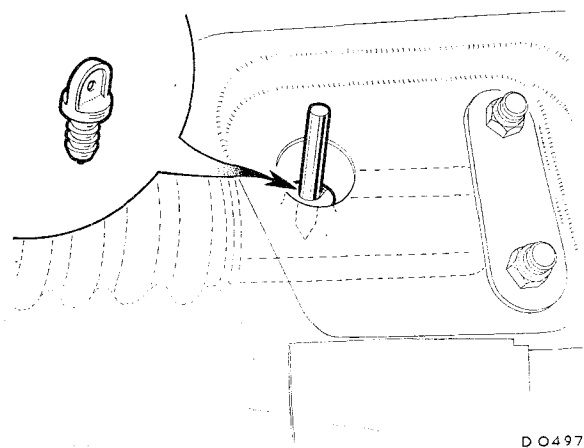

Fig.J1.- Centrage de la crémaillère à l'aide d'un axe. En cartouche : le bouchon plastique
23. Modèles Mk II. - Extraire du carter de direction le bouchon plastique et introduire dans le trou un axe de centrage, c'est à dire un boulon de Ø 6 mm (1/4") long d'environ 50 mm. Centrer la crémaillère de telle façon que l'axe s'engage à fond dans l'arbre et verrouille dans cette position l'ensemble centré (fig.J1).